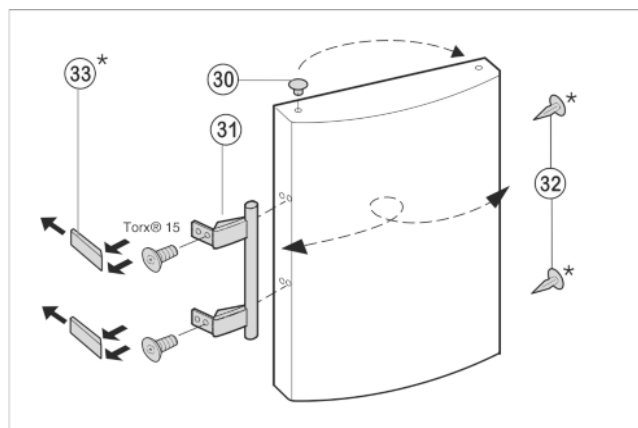

Fig. 9
- ▶ Витягніть пробки Fig. 9 (30) із втулок на дверцятах і переставте їх.
- ▶ Зніміть ручки дверцят Fig. 9 (31), пробки Fig. 9 (32) та пластини Fig. 9 (33) і переставте на протилежний бік.